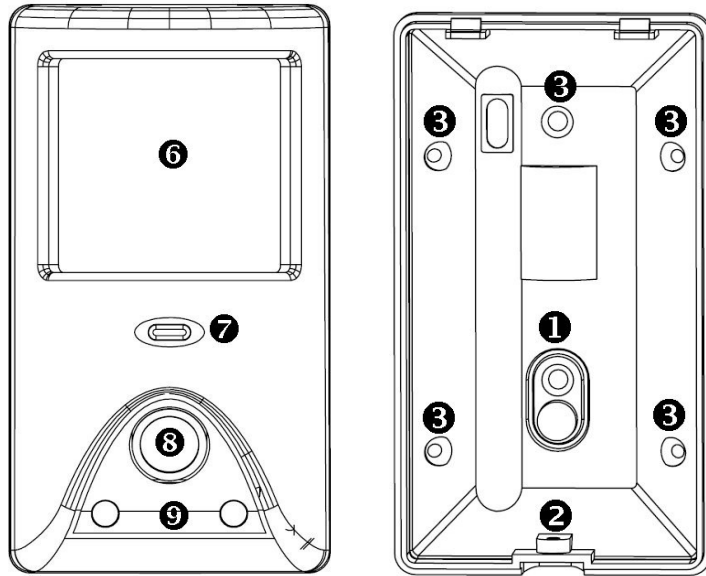

Figure 1: Outer Casing, Frontal Views
4. Verschrauben Sie die Rückwand des Melders an der Wand und klicken den Melder wieder ein. Drehen Sie die Schraube an der Unterseite fest. (siehe Figs. 1 und 2, Position 2).